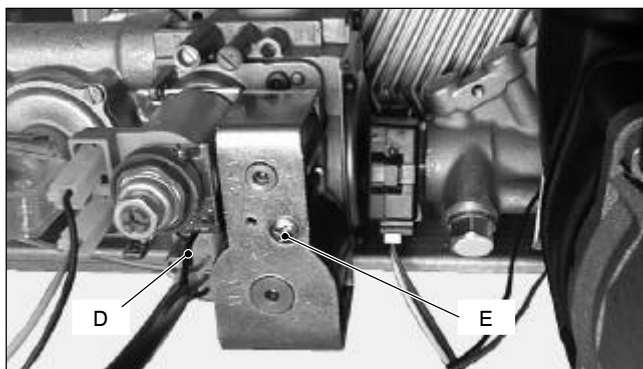

Fig. 46
- 2 Disconnect the connector *D* (Fig. 46).